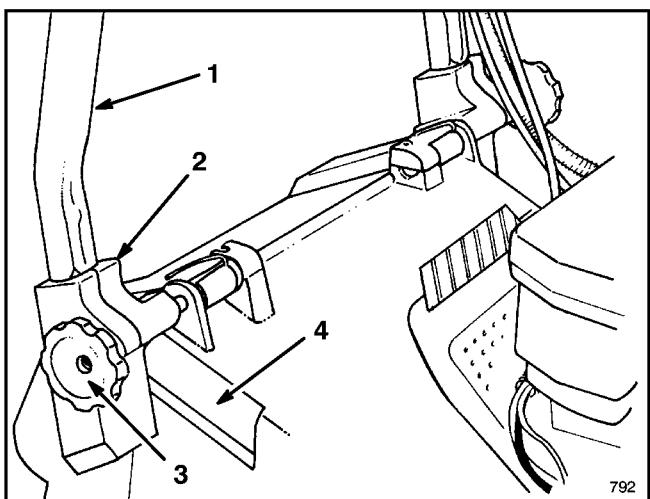
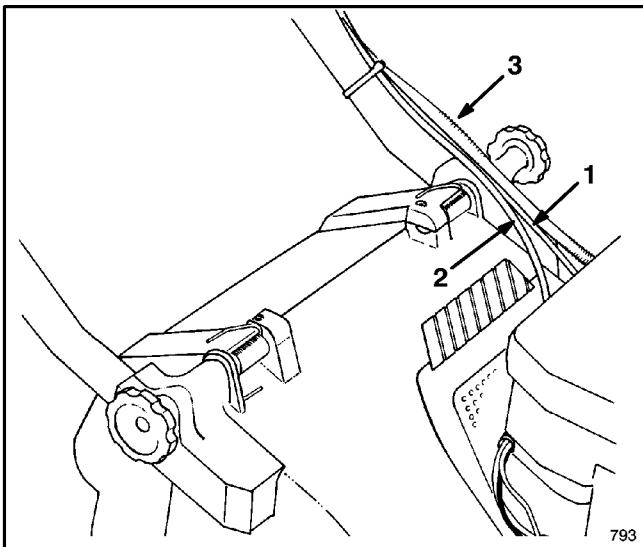

Abbildung 1 3. Knöpfe
Abbildung 2
1. MONTAGE—Drehknöpfe auf der Gestängehalterung lockern (Abb. 1).
3. Die Enden der Griffstange in die Löcher der Gestängehalterung schieben, bis sie sicher gehalten werden (Abb. 1). Sicherstellen, daß Gaszug, Elektrostartkabel (E-Start-Modell) und Antriebskabel an der Gestängehalterung links oben sind (Abb. 2).
- 4. Den Griff und die Gestängehalterungen nach hinten schwenken, bis die Rastklinken sicher in den Gehäuserasten gehalten werden (Abb. 2).**